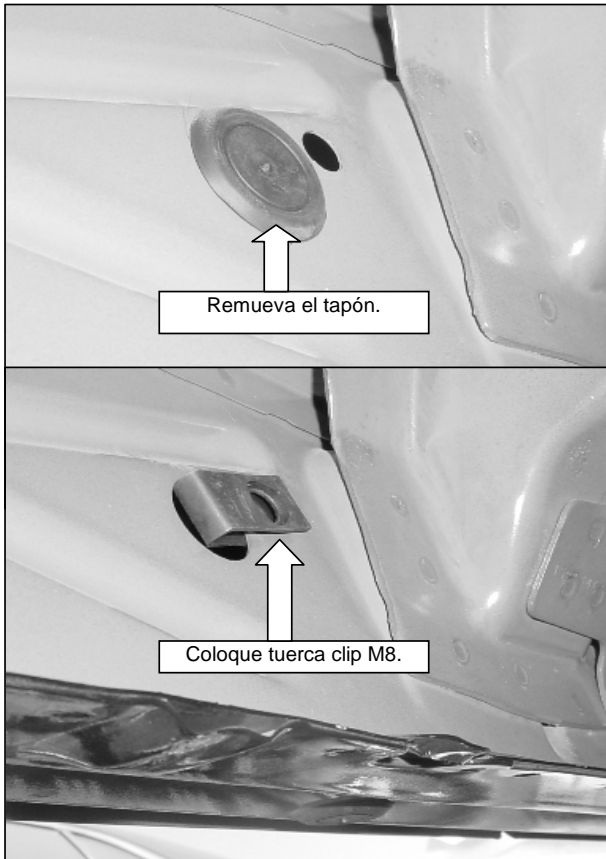

ILUSTRACIÓN 2
4. En modelos **DOBLE CABINA**, localice en la parte delantera y central de la carrocería del vehículo el barreno roscado y tuerca existente. **VER FOTO 1.** Coloque el bracket y fije de acuerdo a la **ILUSTRACIÓN 1.** **NOTA: Coloque el espaciador como se muestra en la ilustración 1.** En la parte trasera localice los barrenos e inserte una tuerca clip M8. **VER FOTO 2.** Coloque los bracket y fije de acuerdo a la **ILUSTRACIÓN 2.** Repita para el lado contrario.
2. Coloque el bracket y fije de acuerdo a la **ILUSTRACIÓN 2.**